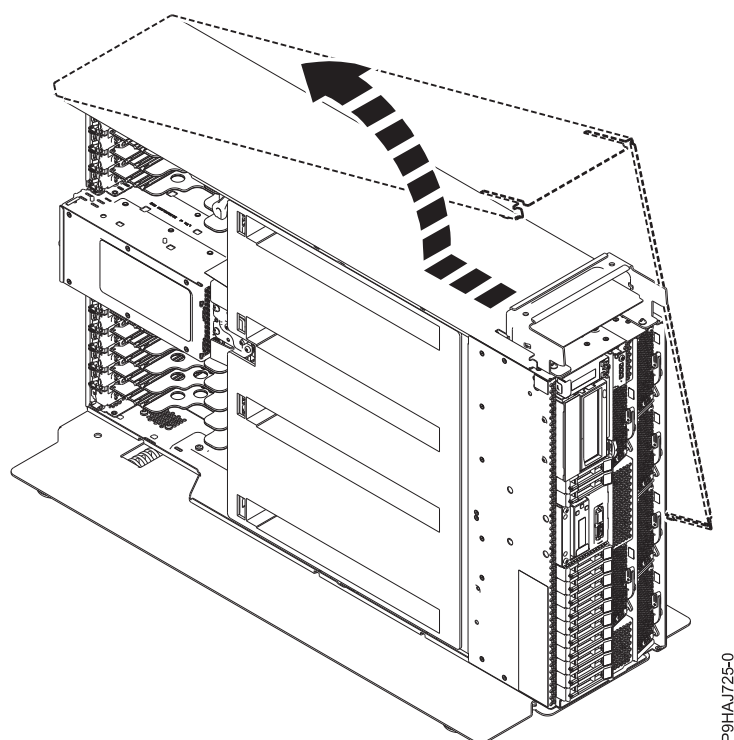

Figura 15. Extracción de la cubierta lateral
- Deslice la cubierta lateral sacándola del sistema en la dirección que se muestra en la Figura 15.